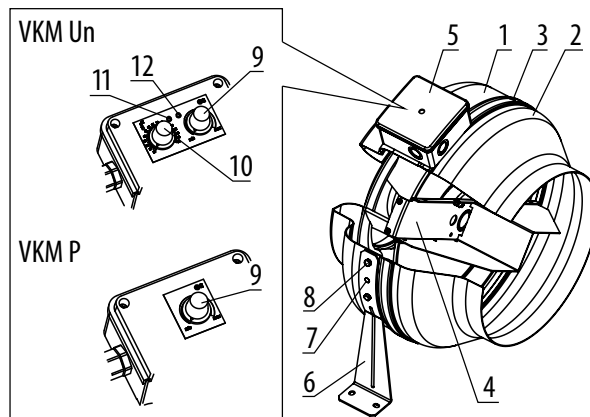

Abb. 1
Die elektronische Steuereinheit dient der stufenlosen Regelung der Geschwindigkeit des Ventilatorlaufrades (Luftdurchsatz). Die Geschwindigkeit wird mit dem Drehzahlregler (9, Abb. 1) gesteuert.
**Die VKM Un Ventilatoren sind mit einem Temperatur- und Drehzahlregler ausgestattet** (siehe Abb. 1).
Technische Wartung besteht in periodischer Reinigung der Oberflächen des Ventilators von Staub und Schmutz. Zur Entfernung des Staubs eine weiche Bürste oder Druckluft verwenden. Die Laufradschaufeln sorgfältig alle 6 Monate reinigen. Zur Reinigung die Schrauben (3) herausdrehen und den Ventilatordeckel (2) abnehmen (Abb.1). Die Laufradschaufeln mit einer neutralen Reinigungsmittellösung und angefeuchtetem Tuch abwischen. Die elektrischen Komponenten sind dabei vor Feuchtigkeit zu schützen!